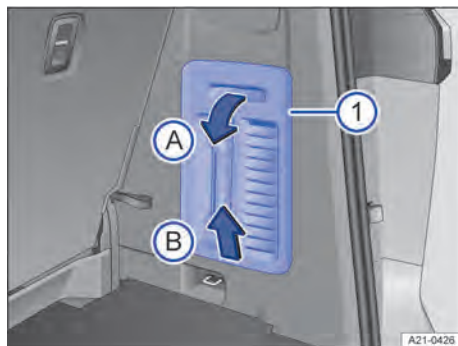

Fig. 158 Lado direito do compartimento de bagagem: cobertura do revestimento do compartimento de bagagem.
No lado direito do revestimento do compartimento de bagagem há uma cobertura removível → Fig. 158.
2. Agarrar a alça rebaixada da cobertura e retire a cobertura para o lado (sentido da seta) → Fig. 158 (A).
3. Levantar a parte inferior da tampa (direção da seta) → Fig. 158 (B).